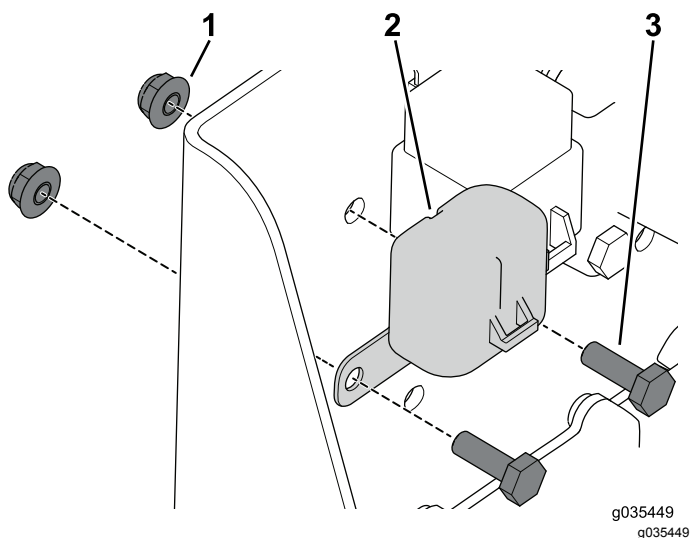

Figura 14
- Utilizzate i 2 bulloni (1/4 x 3/4 poll.) e i dadi flangiati per fissare il tappo del fusibile (Figura 14).